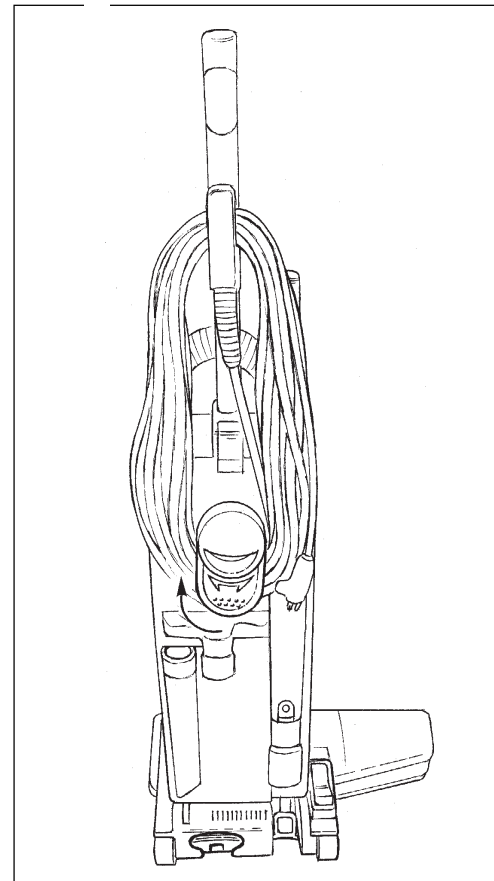

Figure 13
**Les crochets de stockage de cordon** (voir figure 13)